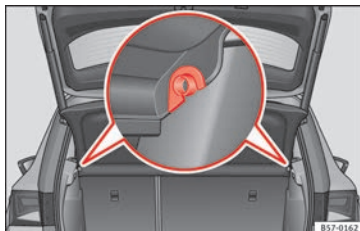

Abb. 160 Im Gepäckraum: Gepäckraumabdeckung aus- und einbauen.
- Drücken Sie die Abdeckung aus den Seitenhalterungen »» **Abb. 160** aus, indem Sie diese nach oben ziehen und herausnehmen.
- Führen Sie die Abdeckung horizontal ein, sodass das „Hufeisen“ über den Achsen der Halter »» **Abb. 160** liegt und drücken Sie die Abdeckung nach unten, bis sie einrastet.